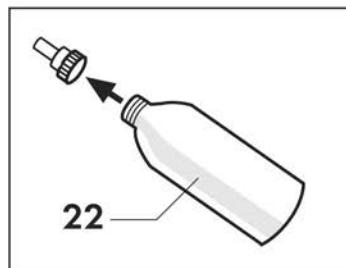

Fig. 2
Svitare il tappo presente sulla bottiglia (22) in dotazione; riempire la bottiglia preferibilmente con acqua demineralizzata; chiudere nuovamente la bottiglia utilizzando il tappo in dotazione. **(Fig. 2)**